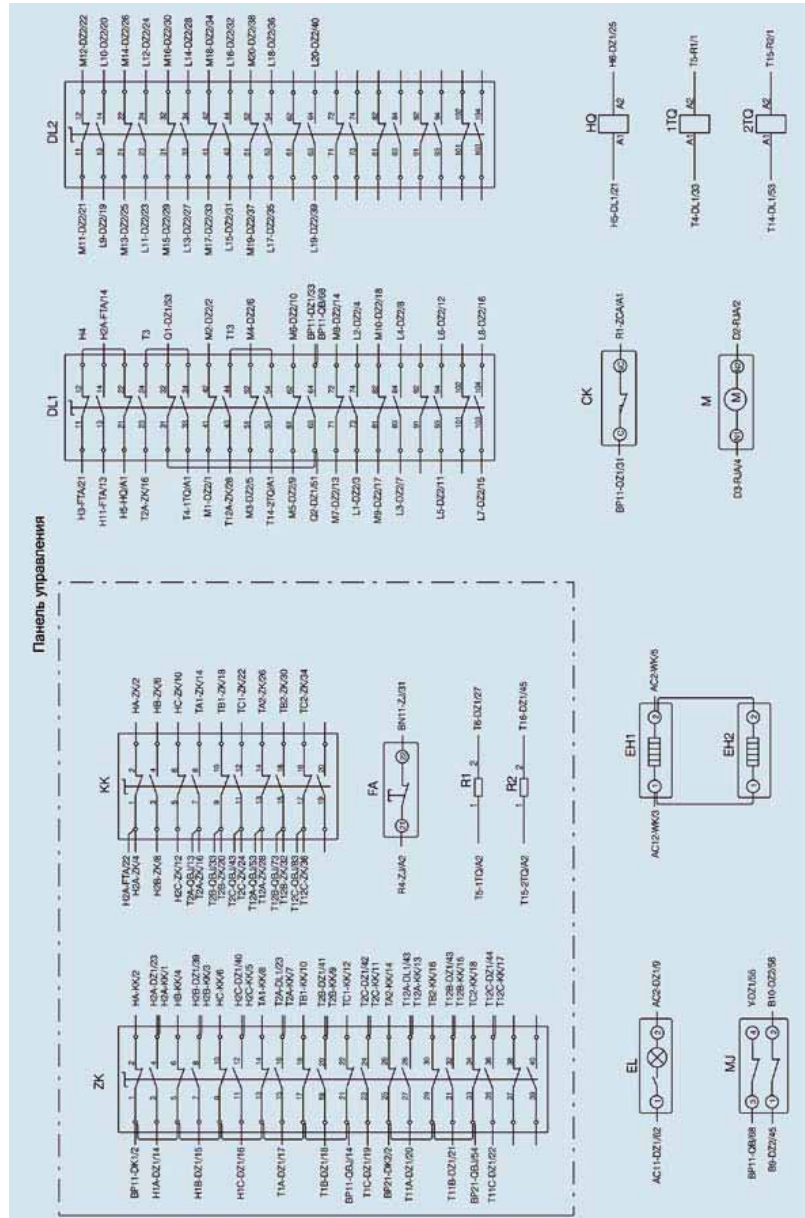

Рис. 6.6 Схема вторичной проводки, полюс А
- Схема вторичной проводки, полюс А (см. рис. 6.6)